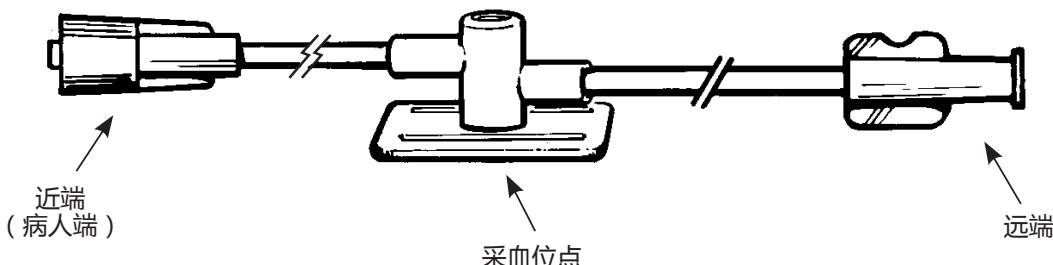

图1
- 用鲁尔锁扣公接头将套件近端牢固连接至预灌注导管（图 1）。